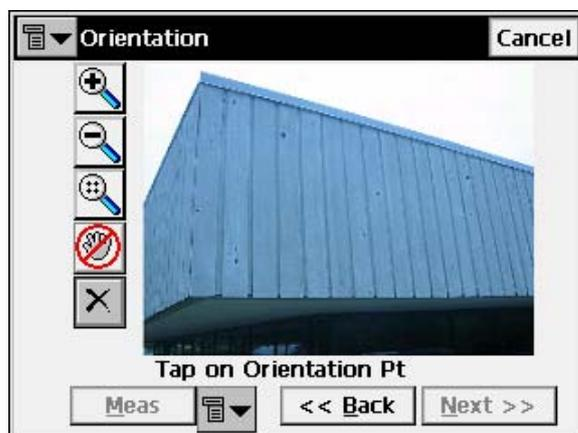

Рисунок 6-42. Выполните ориентацию
2. Выполните ориентацию изображения. В окне **Orientation** (**Ориентация**) (рис. 6-42) свяжите точку, имеющую на фотографии координаты (x, y), с известными координатами (N, E, Z).